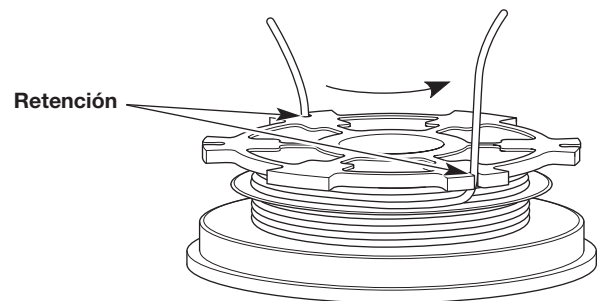

Fig. 15
3. Inserte las dos secciones de 6 pulgadas dentro de las dos ranuras de retención de 0.095 (Fig. 15).
4. Inserte las dos secciones de 6 pulgadas dentro de las dos ranuras de retención de 0.095 (Fig. 15).